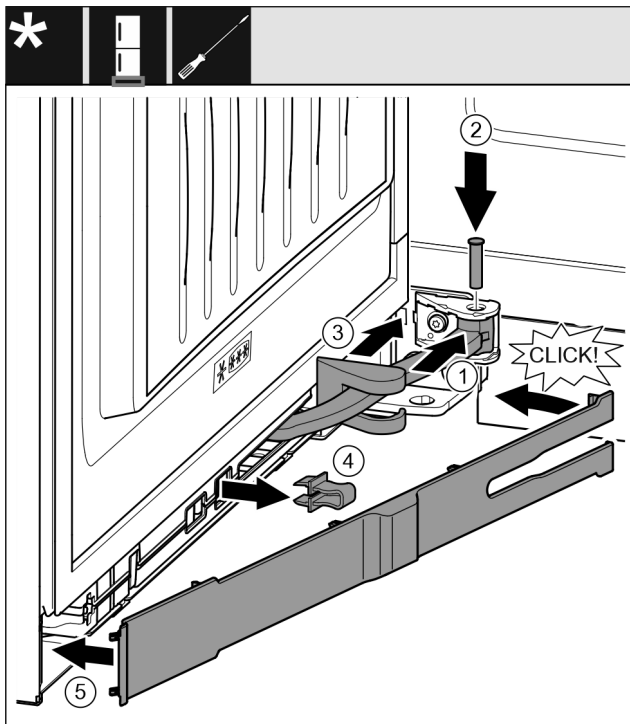

Fig. 50
- ▶ Gelenk Fig. 50 (1) in Aufhängung drehen.
- ▶ Bolzen Fig. 50 (2) mit einem Schraubendreher in Aufhängung und Gelenk einsetzen. Dabei darauf achten, dass der Rastnocken korrekt in der Nut sitzt.
- ▶ Lagerbockabdeckung Fig. 50 (3) entlang des Gelenks schieben und über der Aufhängung montieren.
- ▶ Sicherung Fig. 50 (4) abnehmen.
- ▶ Blende Fig. 50 (5) griffseitig ansetzen und einschwenken.